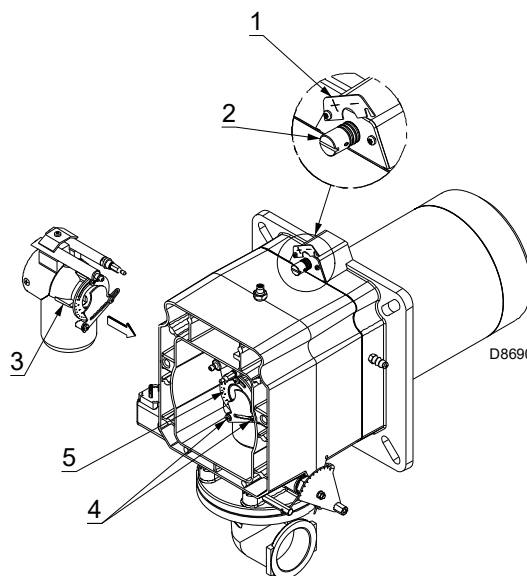

Fig. 15
- girar el tornillo 2)(Fig. 15) hasta que coincida la muesca encontrada con el plano delantero 1) de la brida.
Para facilitar la regulación, aflojar el tornillo 3)(Fig. 15); regular y luego bloquear.
- aflojar los cuatro tornillos 4) y girar la tuerca 5)(Fig. 15) hasta que coincida la muesca hallada con el índice 3);